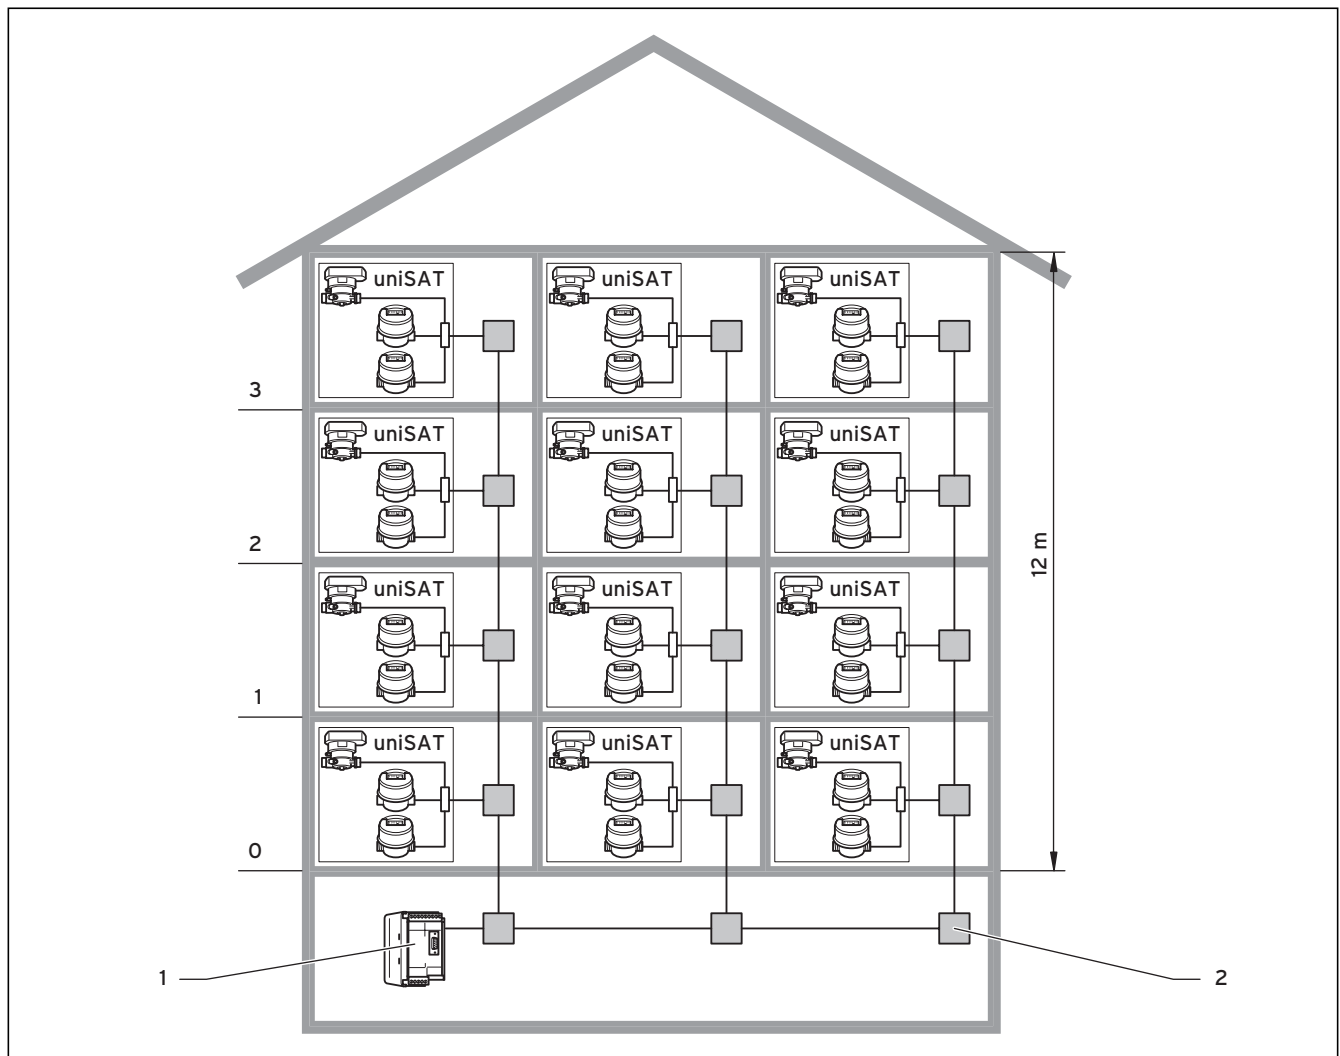

Abb. 5.15 M-Bus Installation: Kabelführung in Strangform
- Ein Beispiel einer M-Bus-Installation in einem Mehrfamilienhaus mit vier Etagen ist in Abb. 5.15 dargestellt.